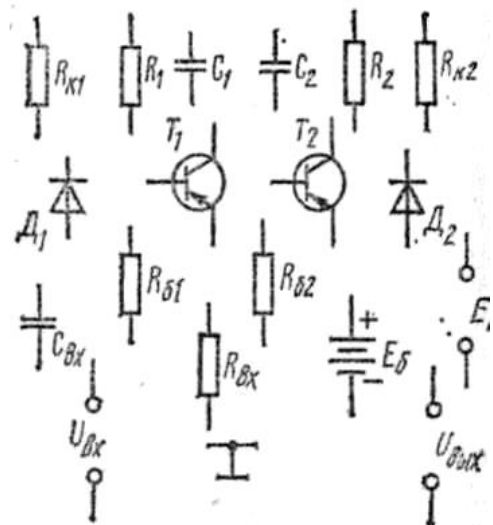

Рис. 113
**Задача 2 (варианты 41—50).** Составить схему триггера из элементов, указанных на рис. 113. Объяснить назначение элементов схемы и ответить на вопрос своего варианта из табл. 67